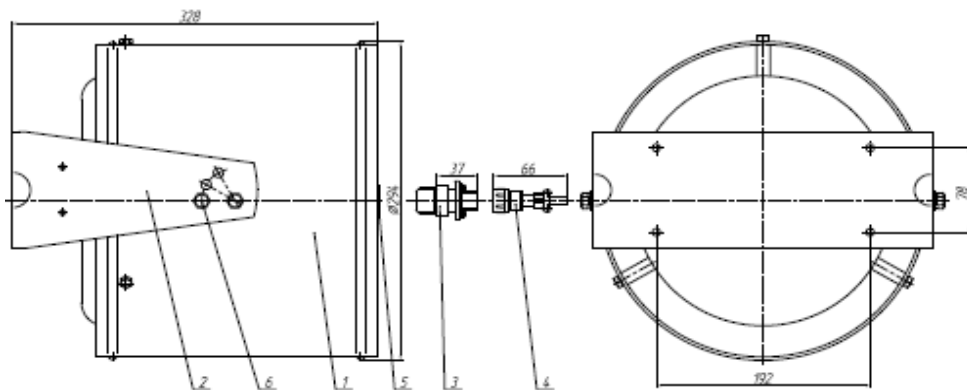

Рис. 2
Монтаж генератора производится с помощью кронштейна крепления поз.2 (рис. 2) на жесткой вертикальной конструкции (стены, колонны и др.). Для этого сверлятся 4 отверстия диаметром 8 мм под пластмассовый дюбель 8 мм на глубину 48 мм в соответствии с размерами, указанными на рис. 2. Кронштейн крепления закрепляется шурупами диаметром 6 мм и длиной 35мм. На металлических конструкциях кронштейн крепления закрепляется при помощи 4 винтов М6х30, 4 шайб пружинных 6 и 4 гаек М6
Учитывая, что генератор обеспечивает объемное тушение, то максимально быстро создать концентрацию аэрозоля в зоне возможного возникновения пожара можно направлением оси генератора на неё с помощью 4 регулировочных винтов М8 поз. 6 (рис. 2).
7.5. Снять заглушку поз. 5 (рис. 2) и вернуть электровоспламенитель .
7.6. Подсоединить разъем кабельной части поз. 4 (рис.2) к разъему электровоспламенителя поз.3 (рис. 2). Проверить целостность всей цепи с использованием функций приборов автоматики.